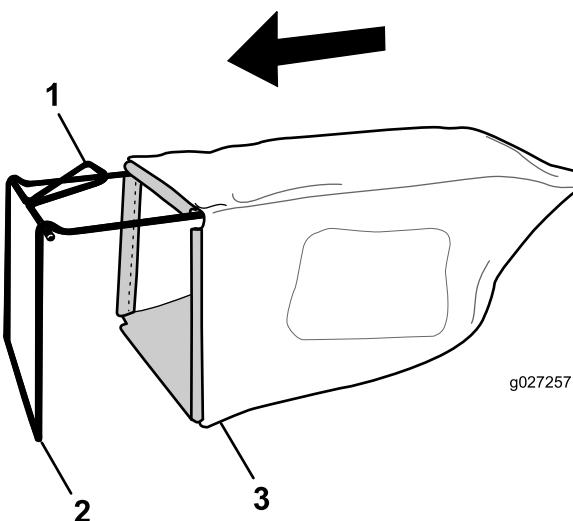

Figura 8
1. Deslize o saco de relva sobre a estrutura como se mostra na Figura 8.
- Nota:** Não deslize o saco sobre a pega (Figura 8).